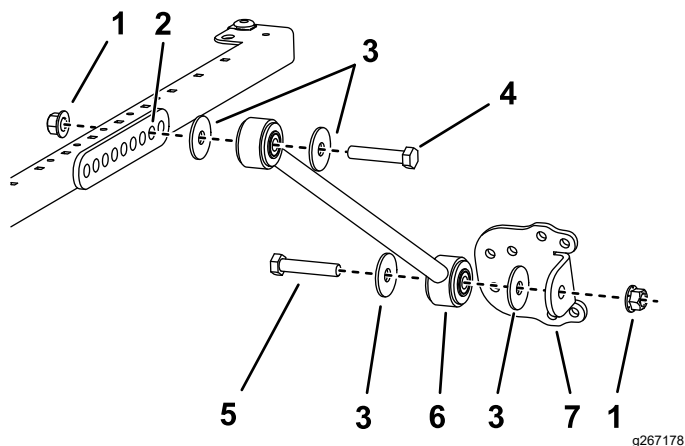

Рисунок 31
- На моделях 30446, 30446N, 30447 и 30447N с каждой стороны рамы солнцезащитного навеса прикрепите, не затягивая, подпорку ко **второму** отверстию кронштейна подпорки с помощью болта ($\frac{1}{2}$ x $2\frac{1}{2}$ дюйма), шайбы ($\frac{1}{2}$ дюйма) и фланцевой гайки ($\frac{1}{2}$ дюйма), как показано на Рисунок 31.